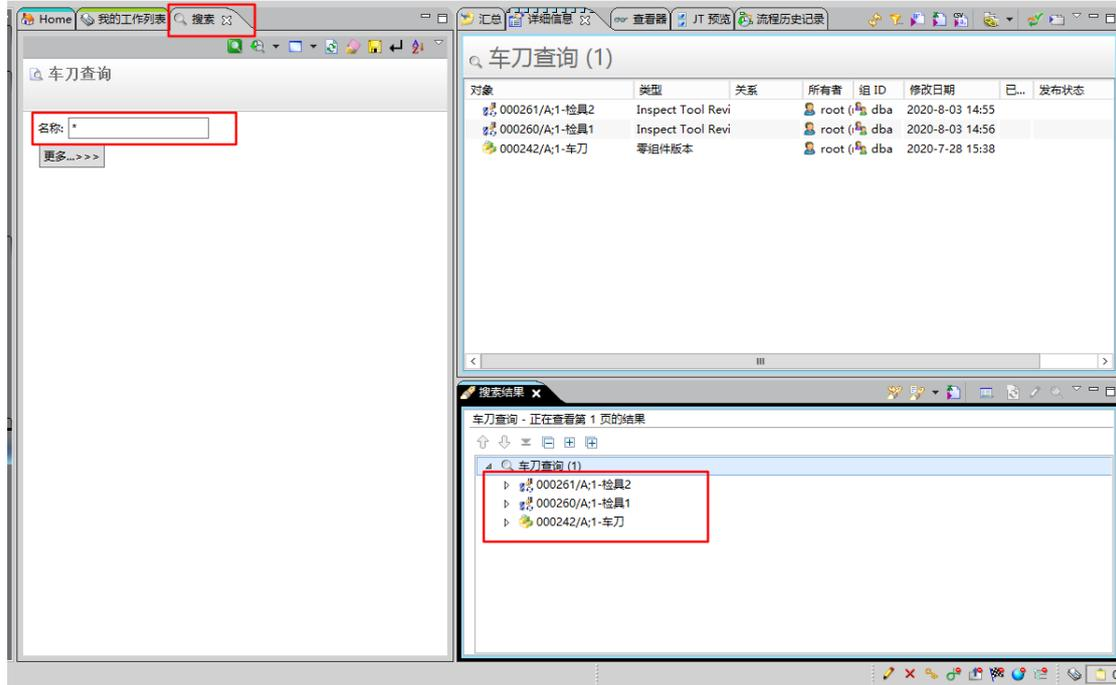

图 2
(2) 在搜索视图选择车刀查询，输入通配符“*”进行全部查询，所有分类在车刀中的实例都将被查询出来。(如图2)